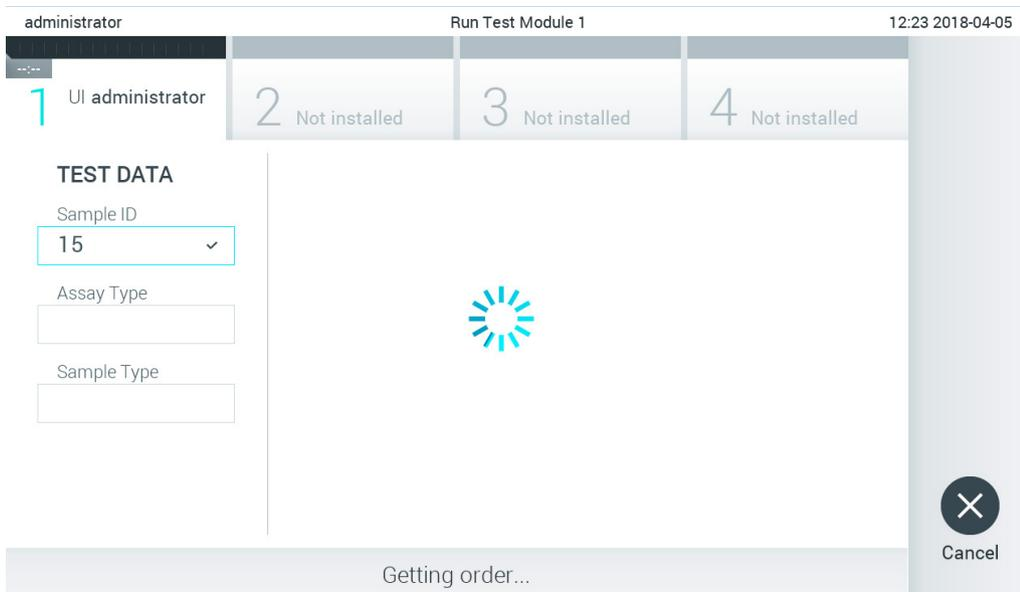

Figure 83. Affichage pendant la récupération de la commande de test.
- L'ID de l'échantillon sera envoyé à l'hôte et pendant que le QIAstat-Dx Analyzer 1.0 attend une commande de test, le message « Getting order... » (Récupération de la commande) s'affiche (Figure 83).